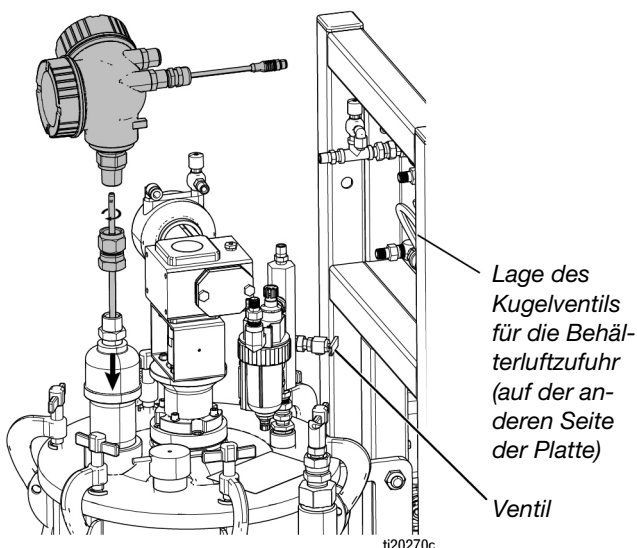

ABB. 9: Installation des Füllstandssensors
1. Bei leerem Behälter den Kugelventil für die Luftzufuhr zum Behälter schließen und dann das Ventil (1010) an der Behälterluftverteiler-Baugruppe (218) öffnen, um den Druck im Behälter entlasten. Siehe ABB. 9.